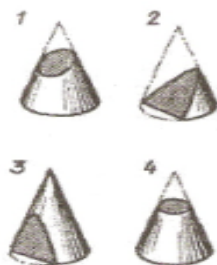

Рисунок 1
1. Как называется кривая, ограничивающая сечение на рис. 1 ?